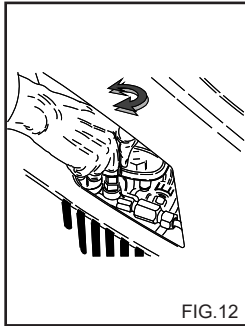

FIG. 12
Dieses Kapitel bezieht sich nur auf die Modelle, die über einen "Druckregulierer" verfügen. Mit dieser Vorrichtung (Fig.12) kann man den Betriebsdruck regulieren. Wenn man den Drehschalter C entgegen dem Uhrzeigersinn dreht (B) (Minimum) wird der Betriebsdruck verringert. **Man muß in diesem Fall die als Zubehör gelieferte Dampfdüse benutzen.**